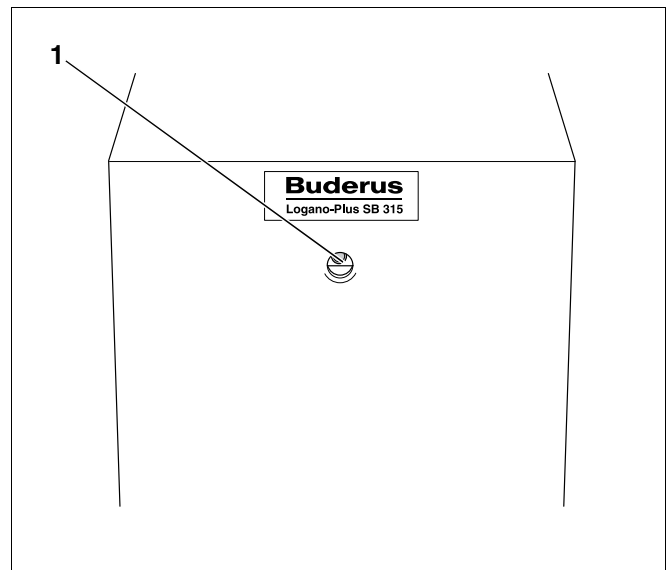

Fig. 3 Botón contra perturbaciones con piloto de fallos integrado
- En caso de darse un fallo en el quemador de la caldera Logano plus SB315 VM, se ilumina el piloto de fallos situado en el quemador (fig. 3, **pos. 1**) o en el aparato regulador, y el fallo aparece indicado en el display de dicho aparato.
- Pulse el botón contra perturbaciones (fig. 3, **pos. 1**) situado en el quemador de gas de premezcla.